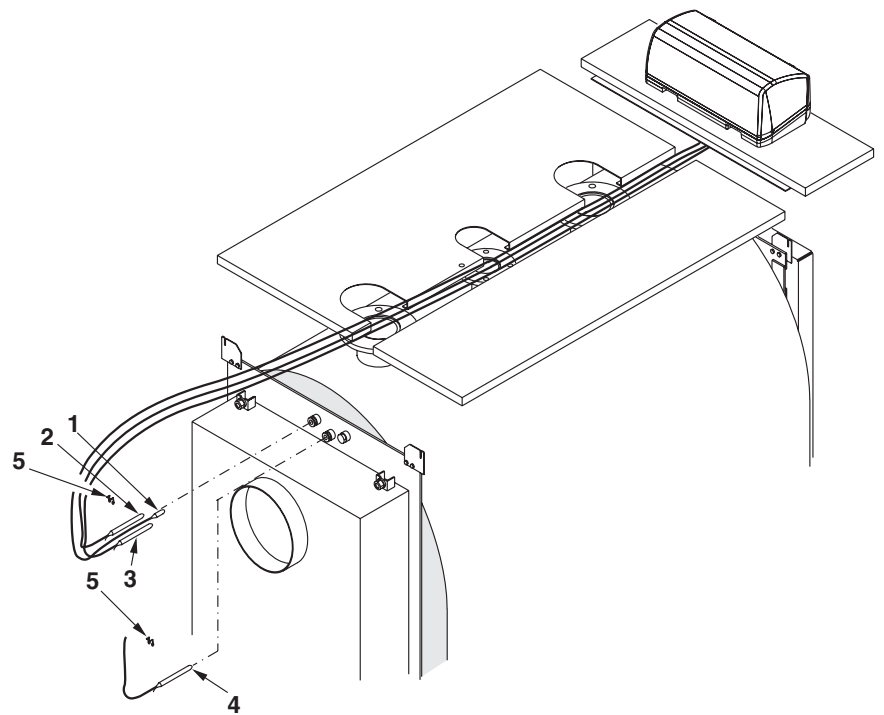

fig. 23
2. Maak de 4 middelste haakjes en de 4 onderste haakjes (5) van de zijplaten vast aan het verwarmingselement met de betreffende schroeven en moeren (2-3-4).
3. Plaats de isolatiemantel rond het verwarmingselement (6) en maak hem vast met de elastische haken (7) die eenvoudig vastgehecht kunnen worden op het buitenweefsel van de isolatie.
4. Plaats de onderste zijplaten (9 en 18) en maak ze vast aan de steunhaakjes (5). Om te weten wat linker - en rechterplaat is, dienen de plaatjes voor het vasthechten van de kabels op de zijplaten (14) als leidraad: zij moeten zich vooraan bevinden.
5. Plaats de bovenste zijplaten (8 en 17) en maak ze vast aan de steunhaakjes (1) door er de ringbouten langs de onderkant in te steken.
6. Maak de 8 verzonken schroeven (10) vast aan de twee zijkanten 8 en 17 langs de binnenkant vooraan en achteraan.
7. Open de ketel deur en plaats de warmte-isolator vooraan (11) door de scharnieren in de daarvoor voorziene insnijdingen aan te brengen.
9. Plaats de platen 12 en 19 tussen de bovenste zijplaten 8 en 17. Breng de kabelklemmen (20) op de bovenste achterplaat aan.
10. Hef het afdekplaatje van het bedieningspaneel naar voor op na er de twee zijschroeven te hebben uitgedraaid. Steek de elektrische draden die er aankomen en de draadjes van de thermostaten die er vertrekken in de openingen van de basis. Maak het bedieningspaneel aan de bovenplaat vast (13). Maak de bovenplaat 13, samen met het bedieningspaneel, aan de twee zijkanten (8 en 17) van de bekleding vast. Steek de stekker van de brander door het zijplaatje (14) aan de kant naar keuze en blokkeer de kabel met de bijgeleverde kabelklem. Maak de plaatjes (14) vast aan de zijkanten van de bekleding. Blokkeer de kabels die langs de achterkant van de ketel uitsteken met de kabelklemmen (klem zachtjes).
11. Steek de voelerdraadjes in juiste volgorde zoals aangegeven in fig. 23 in het blok bovenaan. Voer daarna de elektrische aansluitingen (voeding 230 V - 50 Hz, brander, pompen,) uit. Sluit het bedieningspaneel.
13. Bevestig de kentekenplaat en het etiket met verluchttingsvooschriften van de verwarmingsruimte (14) op de zijplaat na eerst de betreffende plaats te hebben ontvet. U vindt de etiketten in de omslag samen met de documenten.